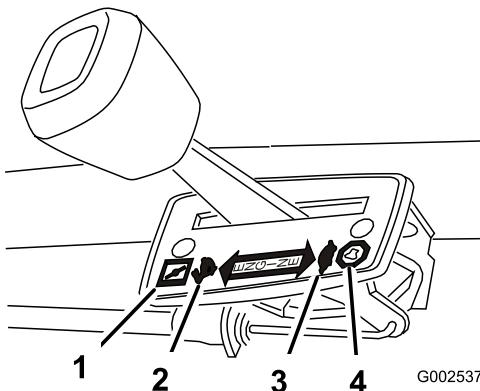

Figura 9
Los ajustes del acelerador se muestran en (Figura 9).
3. Mueva la palanca del acelerador a la posición Estárter (Figura 9).